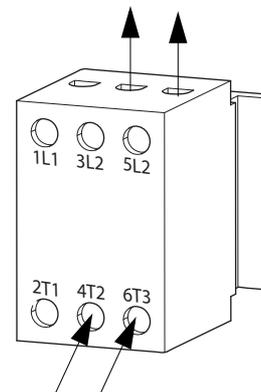

FIG. 9: Sectionneur du bornier
- Fixer le fil de terre au goujon de mise à la terre dans le boîtier de raccordement (K).
- Se reporter à la FIG. 9 et raccorder les fils du cordon d'alimentation aux bornes 4T2 et 6T3 du sectionneur du bornier.